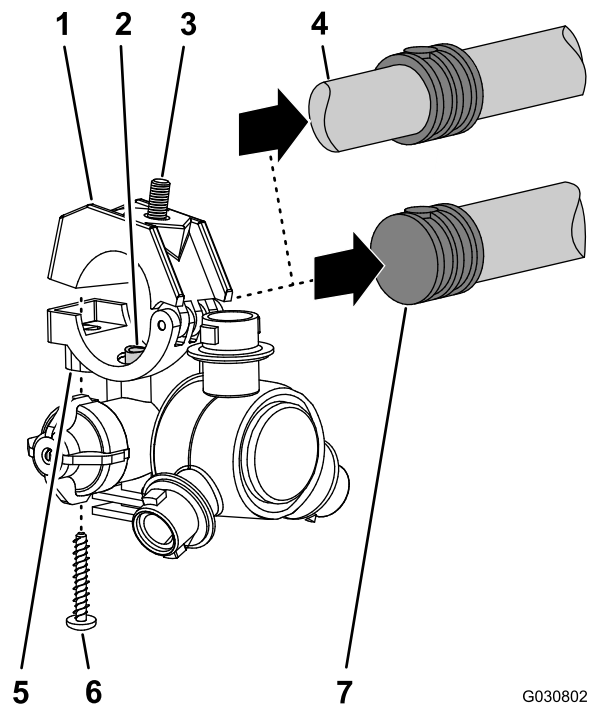

図 121
- ステップ1で取り外した8個のノズル全部について片側または両側バーブ付きホースシャンク3/4"とそのクランプの上半分とを各ノズルのボディに固定しているステンレスねじ#12 x 1/4"を外してバーブ付きホースシャンクをから外す 図 121。